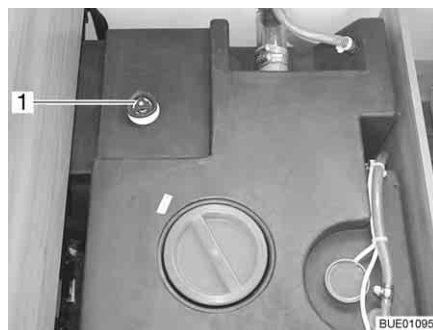

Bild 222 Vattentank med ratt
- Vrid ratten på vattentanken moturs mot motståndet till stoppläget (Bild 222,1) för att öppna utloppsöppningen helt.